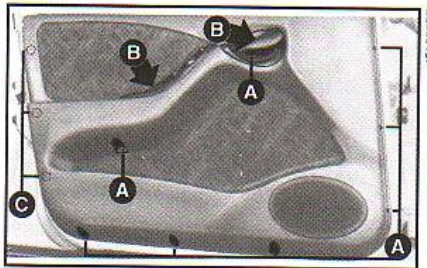
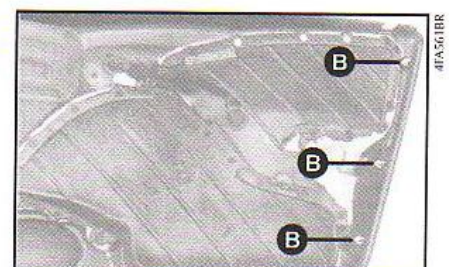

fig. 13
fig. 15
Para acessar esse local, é necessário remover o painel da porta completo, **fig. 13**. Proceda da seguinte forma:
- após a retirada de todos os parafusos, o painel ainda estará preso internamente nos pontos **C-fig. 13**, através de três pinos de pressão, **fig.15-B**. Com a ajuda de uma ferramenta de ponta e sem arestas cortantes, introduzida entre a porta e o painel, região **C-fig. 13**, solte o painel.
Após instalar o alto-falante, recolocar o painel, iniciando a sua remontagem a partir dos pinos de pressão **B-fig.15** e, depois, os parafusos.